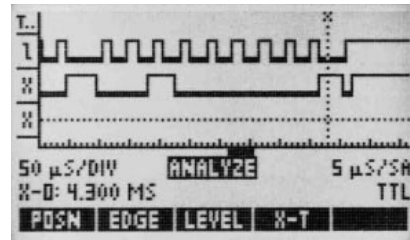
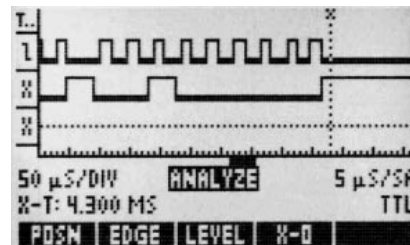

рис.9
рис.10
Микроконтроллер связан с EEPROM посредством двунаправленной, обслуживающей много устройств шины I2C, разработанной фирмой Philips. Эта двухканальная шина (включающая линию данных и линию тактового сигнала) обеспечивает скорость передачи данных до 400 кГц. Позже в конструкции системы управления начали появляться ошибки при передаче данных из буфера EEPROM в его ячейки памяти. Поскольку эта проблема возникла после внедрения новой версии программного обеспечения, стало понятно, что причина состоит именно в этом. Логический пробник HP LogicDart оказался совершенным средством отладки. При наличии трех входных каналов и объема памяти 2К точек для каждого канала этот пробник мог захватывать полный цикл записи EEPROM. Используя режим Analyze при запуске по перепаду на линии тактового сигнала и однократный сбор данных, сначала проводился захват правильного цикла записи (рис.9).
Затем проводился захват неправильного цикла записи (рис.10). С помощью имеющихся у пробника функций масштабирования и прокрут-
**Миниатюрный ЧМ радиоприемник** описан в статье **З.Рабе** ("Elektronika praktyczna", Польша, 3/99). Схема приемника (**рис.9**) настолько проста, что ее может легко собрать даже неопытный радиолюбитель. "Сердцем" приемника является микросхема TDA7000 (отечественный аналог К174ХА42). Ее параметры: напряжение питания 2,7...10 В, потребляемый ток 8 мА, рабочий диапазон частот 1,5...110 МГц, чувствительность 1,5 мкВ. Катушка L1 выполняется в виде рисунка на печатной плате (**рис.10**). Сигнал с выхода 2 микросхемы IC1 поступает на усилитель мощности LM386 (отечественный аналог 1438УН2), нагрузкой которого является громкоговоритель LS1 сопротивлением 8 Ом.